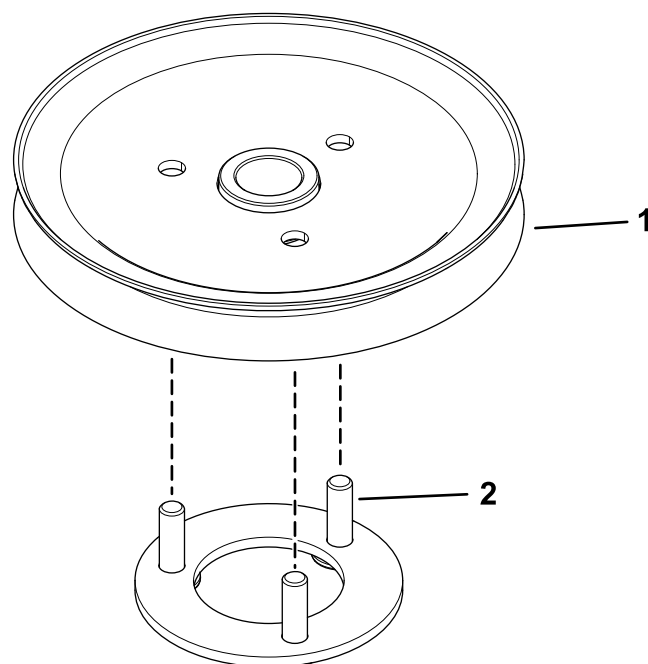

Figura 8
2. Introduzca los espárragos de montaje de la placa de la polea en los orificios de la polea (Figura 8).